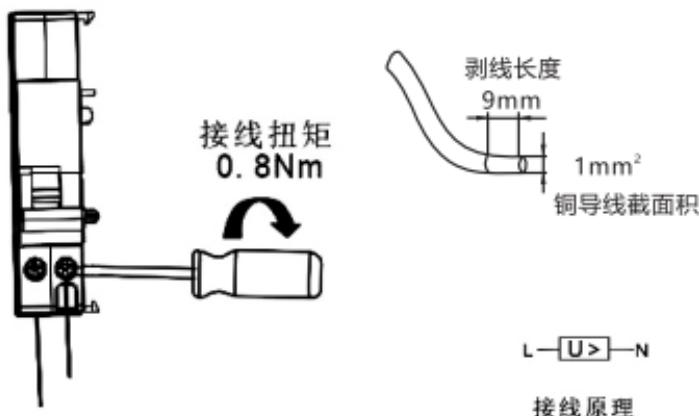

图4 OVT-B5接线方式
5.4 适用于铜导线连接，导线截面积选用 1mm^2 ，接线方式及剥线长度如下图4